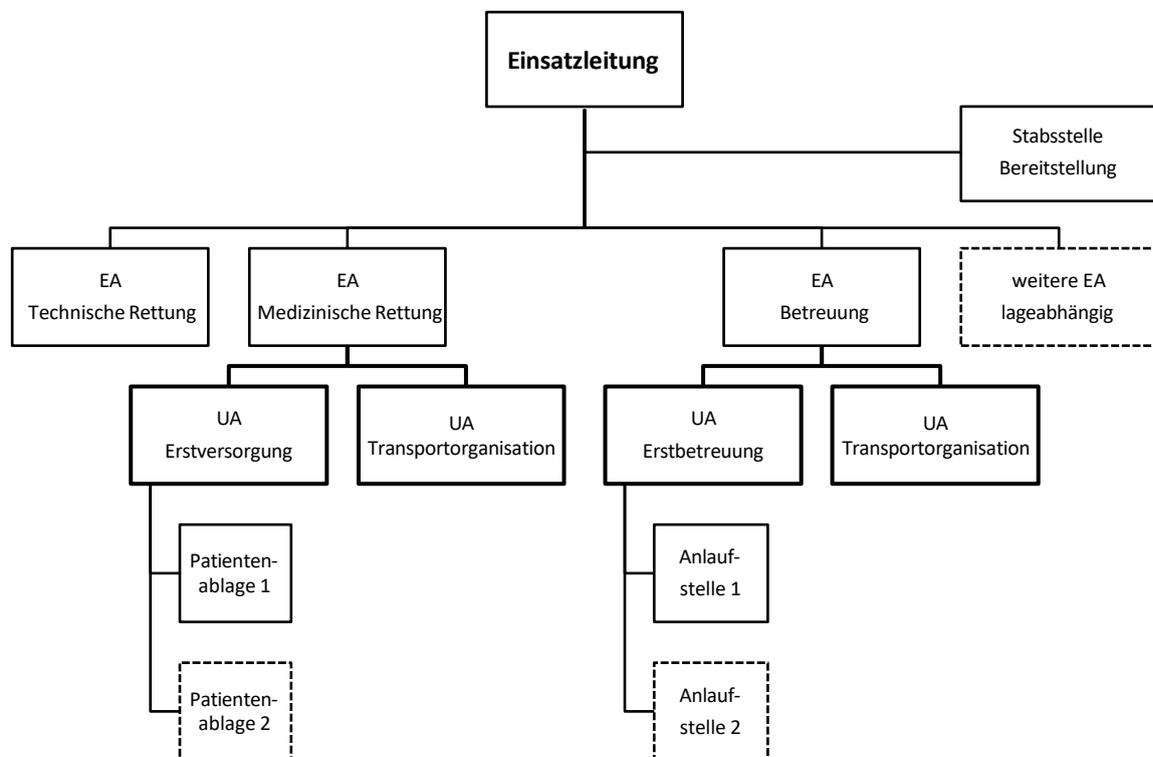

Abb. 12.1 Modellhafte Führungsorganisation
Die operativ-taktische Führungsorganisation bei Großeinsatzlagen / Katastrophen wird grundsätzlich in mehrere Einsatzabschnitte (EA) strukturiert. In der Regel stellen die Einsatzabschnitte Technische Rettung, Medizinische Rettung, Betreuung sowie die Stabsstelle Bereitstellung die Kernelemente dieser Struktur dar. Lageabhängig können auch weitere eigenständige Einsatzabschnitte oder Unterabschnitte (s. Abb. 12.1) von der Einsatzleitung gebildet werden (z.B. Dekontamination, Messen, Warnen).